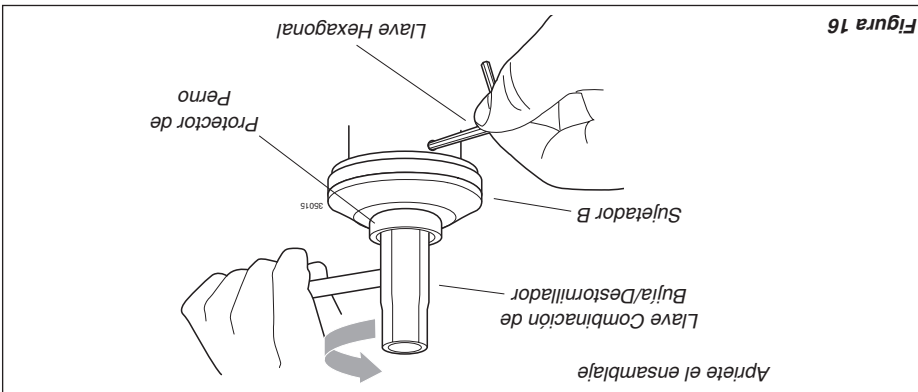

Figura 16
7. Asegure el sujetador A a la caja de engranajes insertando el lado más largo de la llave hexagonal a través de ambos huecos como fue hecho en el procedimiento número 1 y apriete el perno del eje con la llave combinación de bujía/destornillador. Consulte la figura 16.